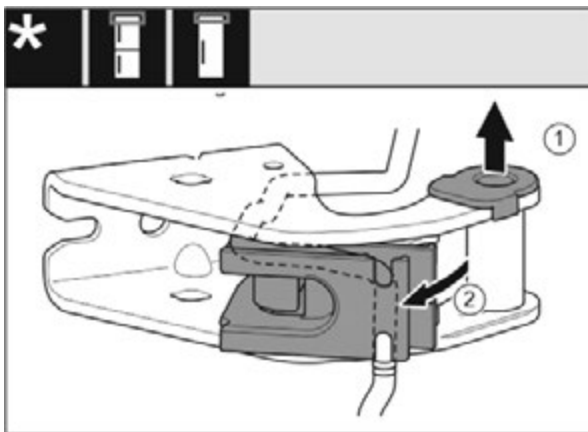

Fig. 21
- ▶ Витягніть із прямої опорної втулки. Fig. 21 (1)
- ▶ Поверніть бік тримача кабелю. Fig. 21 (2)